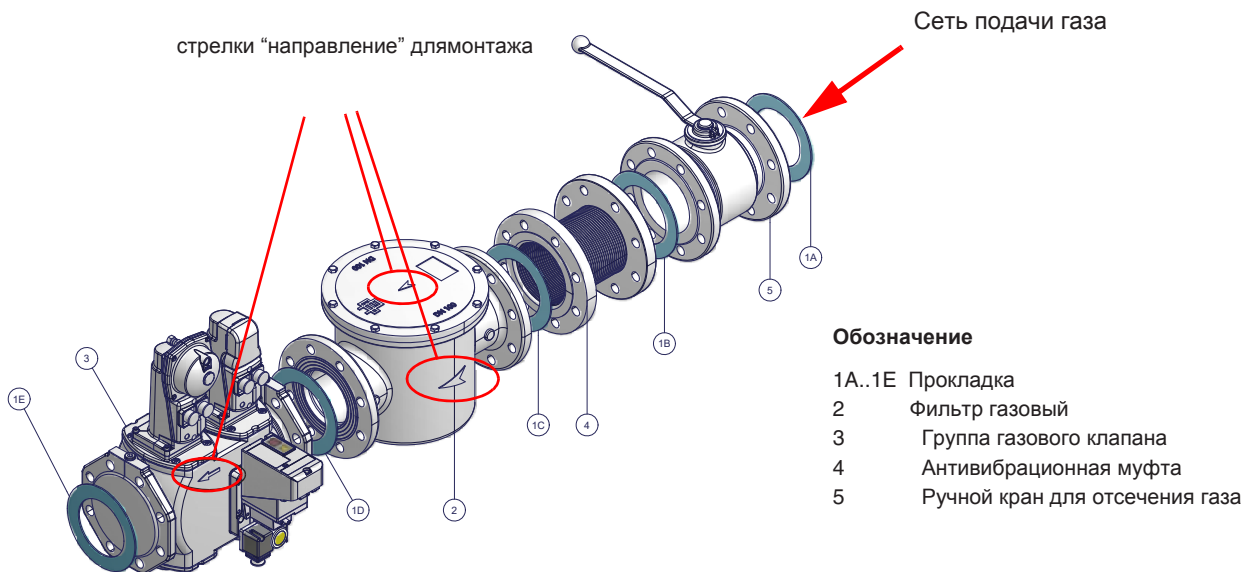

Рис. 2 - Пример газовой рампы
- 1 - б) при фланцевых соединениях: между соседними компонентами устанавливать прокладку (1A..1E - Рис. 2), совместимую с используемым газом,